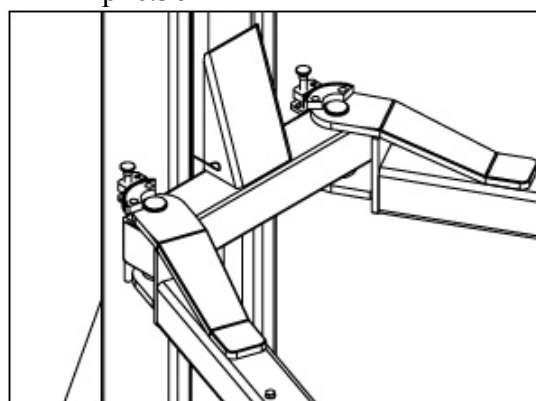

Рис. 36
- Вставьте лапы в опоры кареток и установите фиксирующие штифты в отверстия, как показано на рис.36